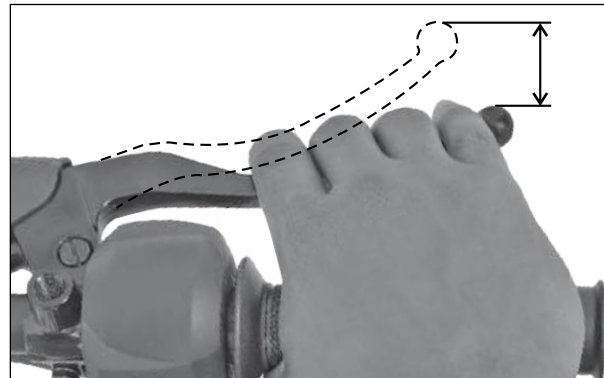

Fig. 2.35
- Mantendo o guidão na posição central, meça a folga da alavanca do freio na extremidade da alavanca, conforme mostrado na figura, quando o freio estiver totalmente acionado. (Fig. 2.35)